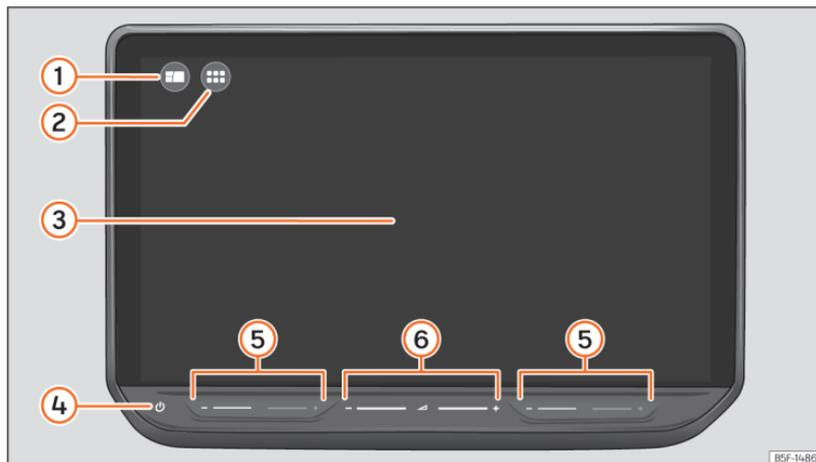

Fig. 170 Quadro geral: unidade de comandos.
Personalize o menu superior ou a vista HOME ››› Fig. 170 ① para aceder rapidamente às suas funções favoritas ou às que utiliza com maior frequência.